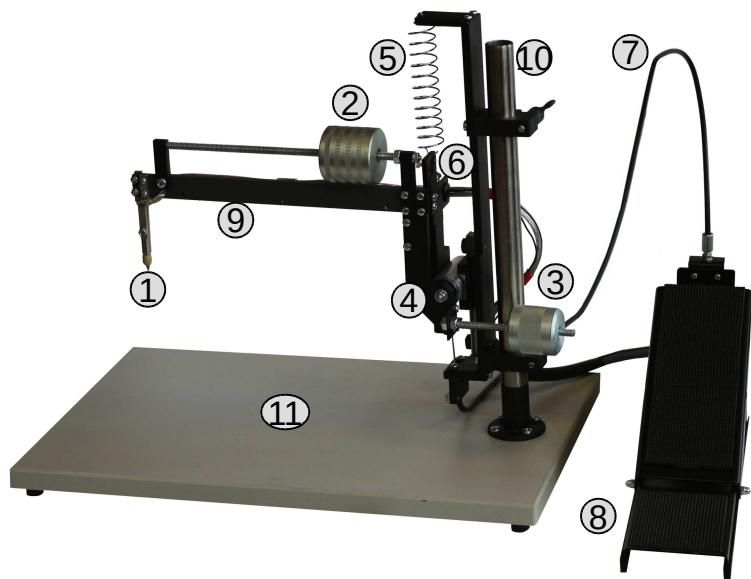

Рис. 1. Установка с установленным расщепленным электродом.
1.3.1 Вид установки с установленным расщепленным электродом показан на рис. 1.